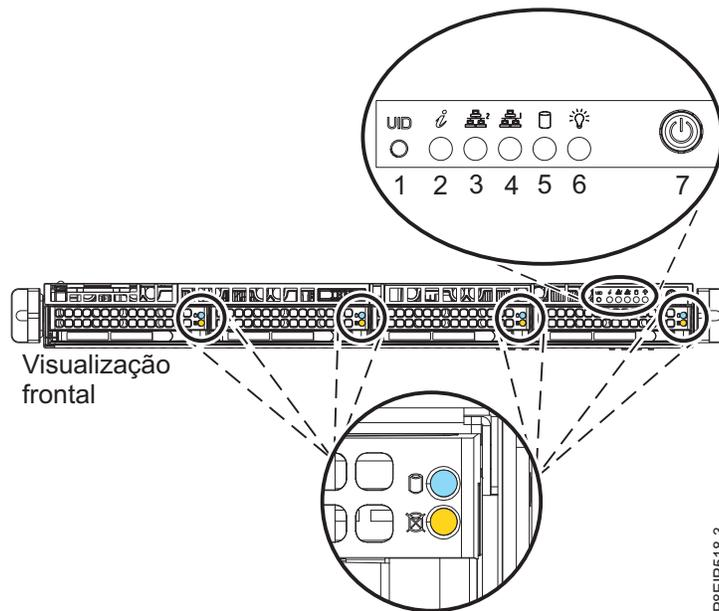
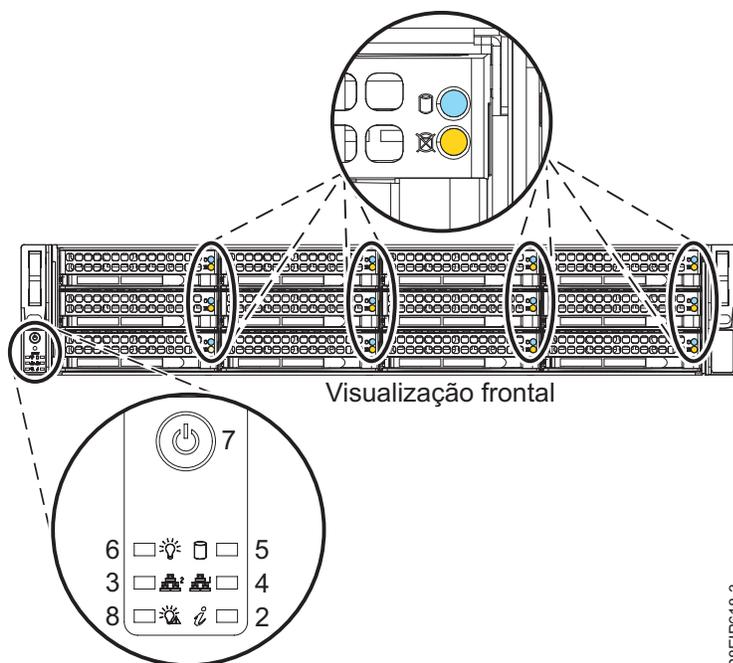

Figura 68. Comutador de energia para o 8001-12C
Figura 69. Comutador de energia para o 8001-22C
2. Pressione o botão power (7) mostrado na Figura 68 ou Figura 69 na página 101. Você pode ter que pressionar o comutador por 0,5 a 3 segundos.